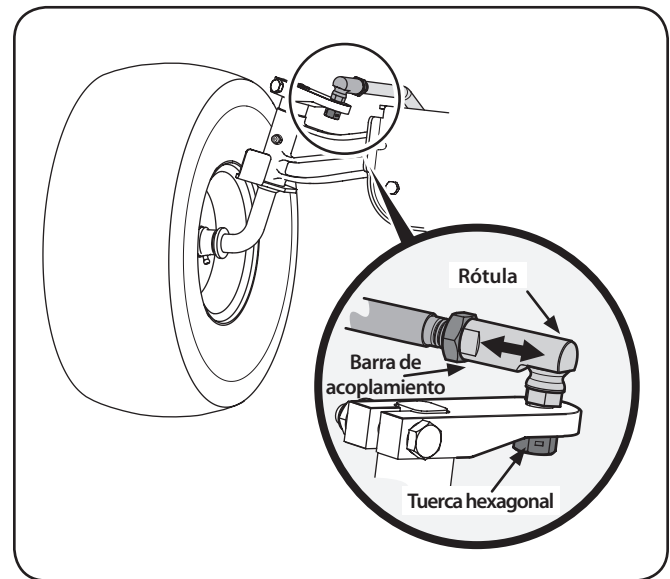

Figura 6-6
1. Extraiga la tuerca hexagonal de la parte superior de la junta de la rótula. Vea la Figura 6-6.